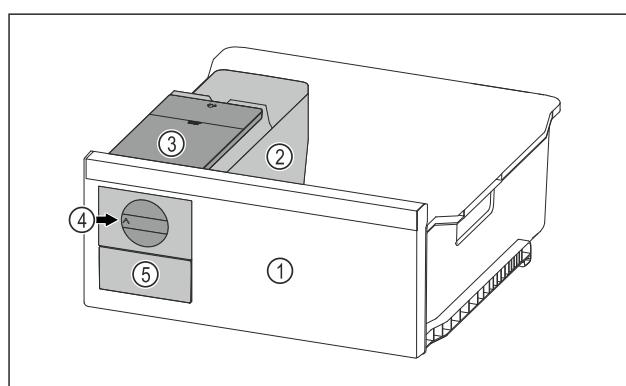

Fig. 28 Ілюстративне зображення
- Поворотну ручку Fig. 28 (4) повернути за годинниковою стрілкою до упору.
- Кубики льоду випадають із ванночки для кубиків льоду у висувний ящик для кубиків льоду Fig. 28 (5). Якщо не всі кубики льоду виймаються з ванночки для кубиків льоду: